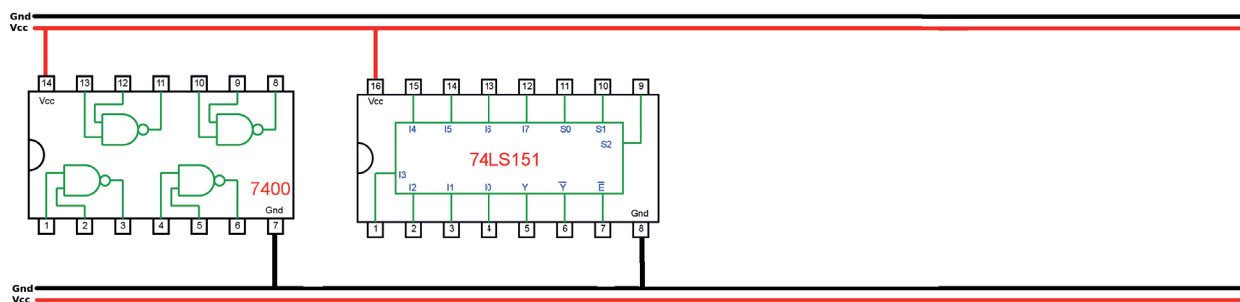

Figura 8.12 – Disposição dos componentes (TTL) para a placa de montagem.
- e) Conecte os fios de projeto (azul claro) de acordo com o desenho da figura 8.12.